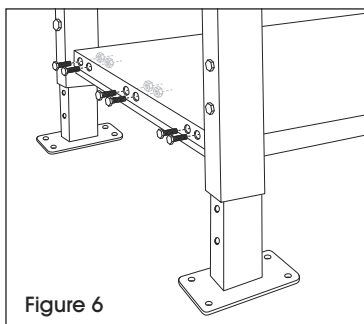

Figure 6
2. Fixez chaque extrémité des pièces de la tablette à l'entretoise des pieds extérieurs à l'aide de six boulons hexagonaux M8 x 35 et six écrous M8 par tablette en vous servant de la clé de 13 mm. (Voir Figure 6)